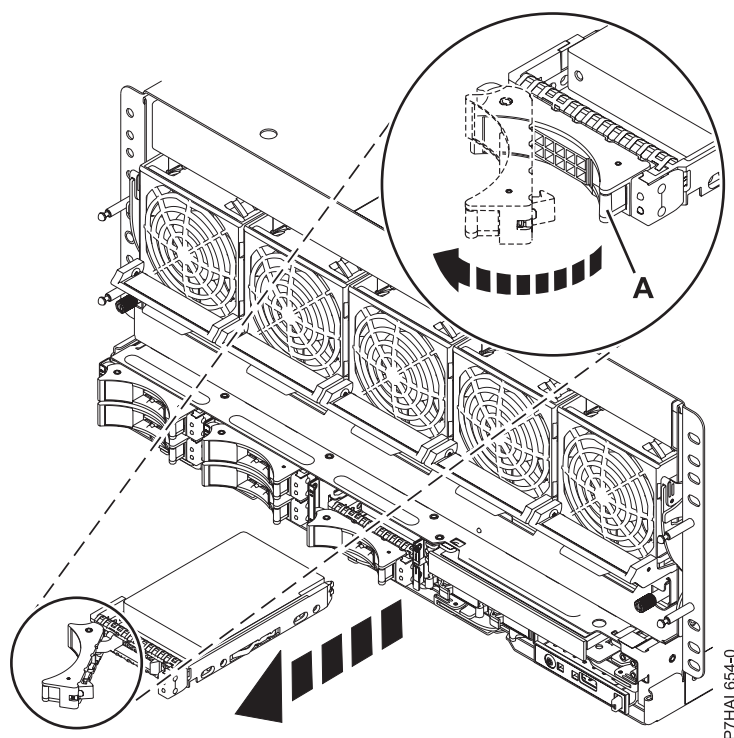

Figura 18. Extracció d'una unitat de disc del sistema
3. Quan el LED d'identificació es torni sòlid, desbloqueu la nansa de la unitat fent pressió i estirant-la cap a vosaltres, al com es mostra a la Figura 18. Si la nansa no ha sortit del tot, la unitat de disc o unitat d'estat sòlid no podrà lliscar fora del sistema o de la unitat d'expansió.